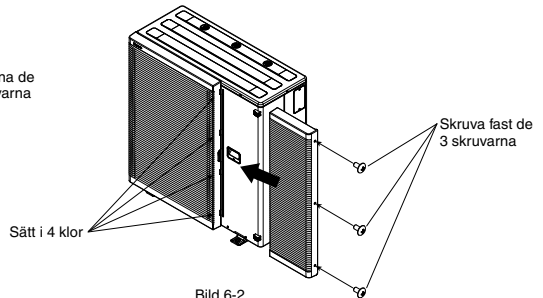

Bild 6-2
2. Sätt i 4 klor på utloppsgallret (höger sida) och skruva fast de 3 skruvarna. (Bild 6-2)